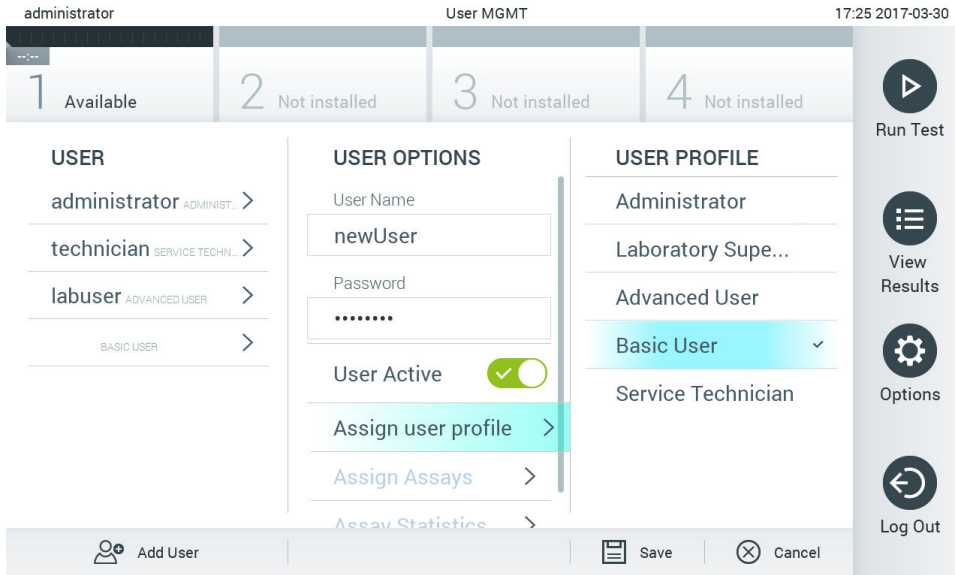

图 65. 为新用户分配用户配置文件。
4. 按下 Assign User Profile（分配用户配置文件）并（从内容区域右侧列表）为新用户分配合适的用户配置文件（图 65）。